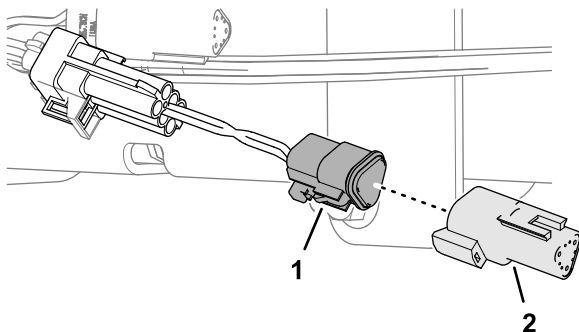

Figura 44
3. Enchufe la resistencia que retiró en Retirada de la resistencia de terminación \(página 22\) el conector hembra de 3 vías del arnés adaptador (Figura 44).